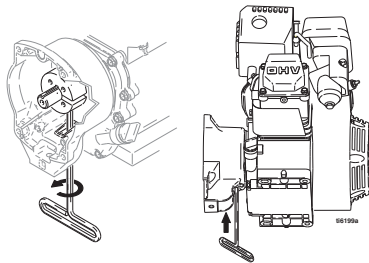

図. 9
3. 図. 9. エンジンを傾けると、ガスタンクが下向きになりエアクリーナが上面に向きます。